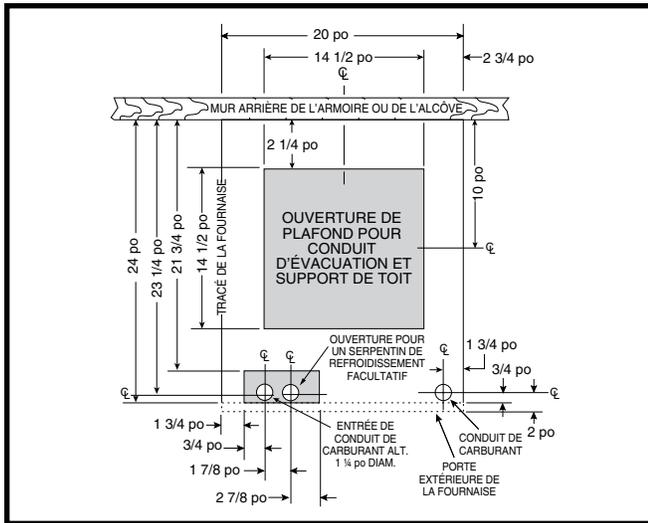
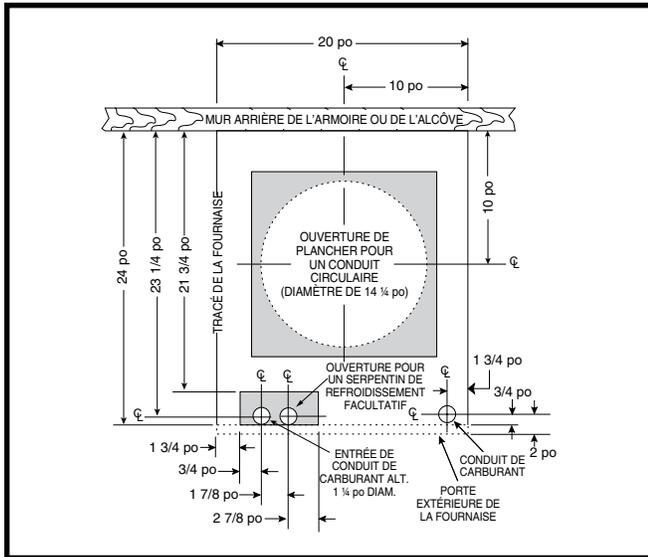

Figure 6. Dimensions du trou pour les raccords de conduits standard
Figure 7. Dimensions du trou pour les raccords de conduits circulaires
Les ouvertures dans le plancher et dans le conduit de carburant doivent être positionnées soigneusement pour prévenir les erreurs d'alignement entre la fournaise et les conduites d'aération. Pour positionner les conduits standard, consultez la Figure 6 \(page 8\). Pour les conduits circulaires, consultez la Figure 7 \(page 8\).
2. En utilisant la ligne centrale comme point de départ, tracez le reste du trou pour les conduits en fonction des dimensions montrées dans la Figure 6 ou la Figure 7.
6. Mesurez et percez un trou de gaz et une ouverture pour le serpentín de refroidissement (s'il y a lieu). Voyez la Figure 6 et la Figure 7.